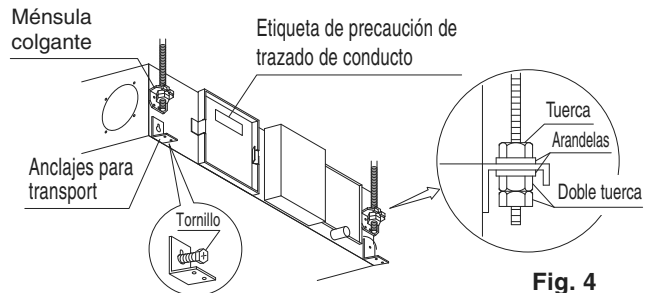

Fig. 4
(1) Instale la unidad provisionalmente.
- Coloque la ménsula de soporte en el perno de suspensión. Asegúrese de fijar firmemente utilizando tuercas (M10, M12) y arandelas (M10 con diám. externo 30 a 34 mm, M12 con diám. externo. 36 a 38 mm) (comprador en la localidad) de los lados superior e inferior de la ménsula de soporte. **(Refiérase a la Fig. 4)**